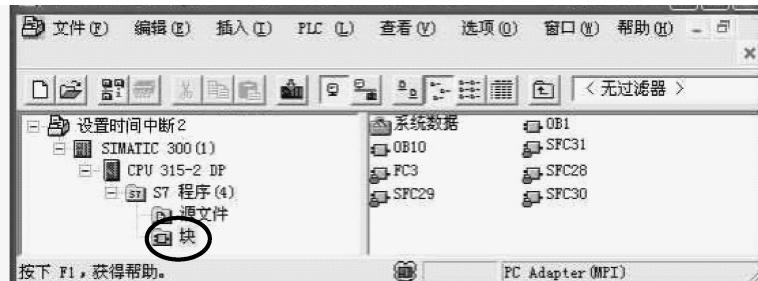

图 5-24 在管理画面把整个站的信息下载到 CPU 中
7) 如图 5-24 所示，是完成 OB1 和 OB80 的程序后在管理画面的块目录里的内容。然后在管理画面把整个项目的信息下载到 CPU 中（或 PLCSIM 仿真 PLC）。